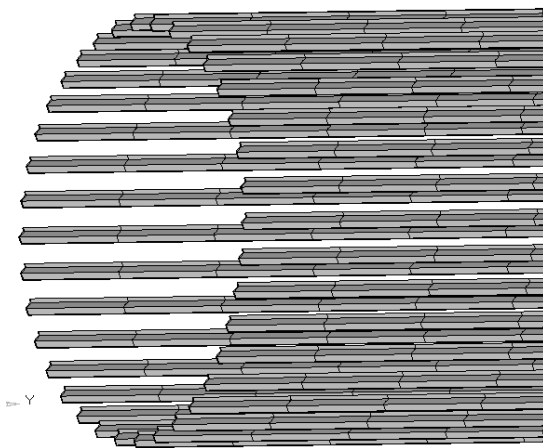

图 7-5 三维显示长桁的 rod 单元
- (13) 单击 dest component=, 选择 M_stringer。
- (14) 单击 move 按钮。
- (15) 单击 return 按钮。
- (16) 选择 1D>config edit>elems, 选择所有 edge 单元。
- (17) 单击 new config=, 选择 rod。
- (18) 单击 switch 按钮。
- (19) 单击 return 按钮, 退出到 1D 面板。
- (20) 选择 elem types>1D, 选中所有的 edge 单元。
- (21) 单击 rod=, 选择 CROD。
- (22) 单击 update 按钮, 更新单元类型。
- (23) 切换工具栏 Traditional Element Representation () 按钮为 3D Element Representation () 按钮, 结果如图 7-5 所示。